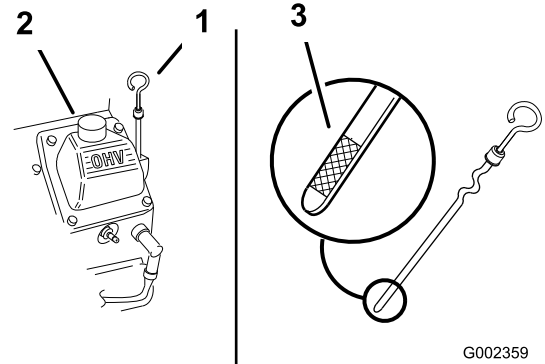

图20
3. 清洁量油尺周围的区域（图20）、防止灰尘落入注油孔并损坏发动机。
4. 拧下量油尺、并将端部擦拭干净（图20）。
5. 将量油尺完全滑入加油管，但切勿旋回管子（图20）。
6. 慢慢向加油管（图20）注入规定油量的大约 80%。